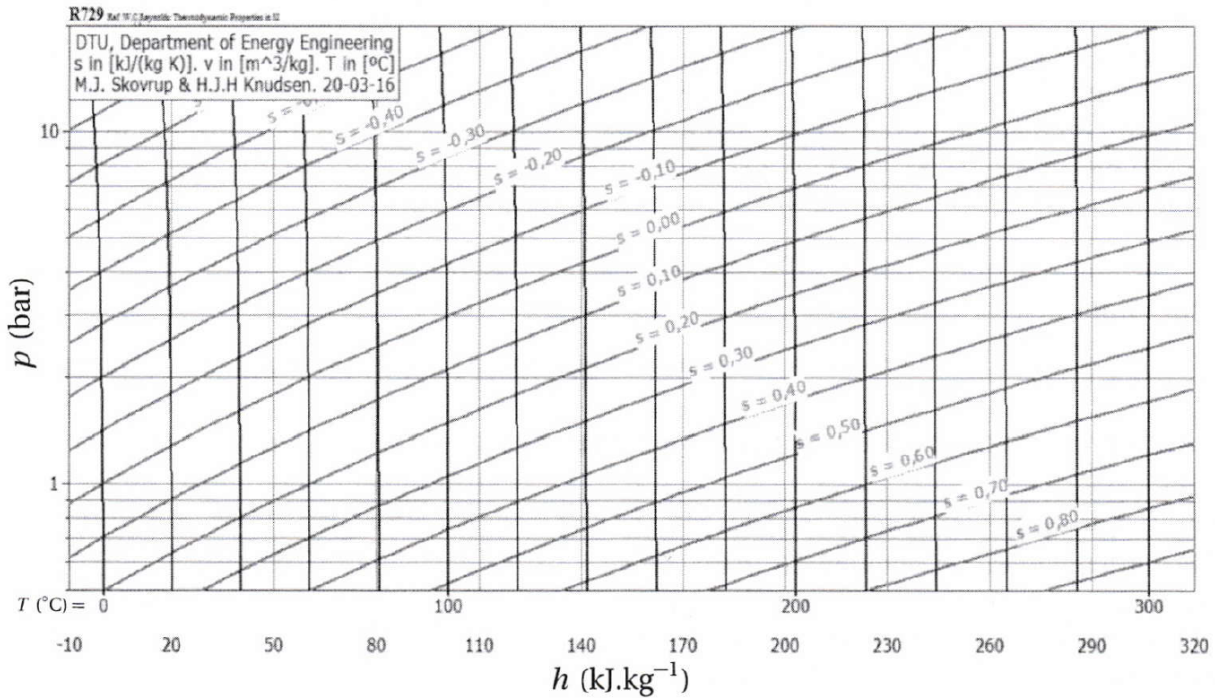

Figure 4.24. Diagramme (p, h) de l'air fourni par le logiciel CoolPack.
2. En utilisant le diagramme (p, h) de l'air donné en figure 4.24, déterminer l'entropie massique créée dans le compresseur.